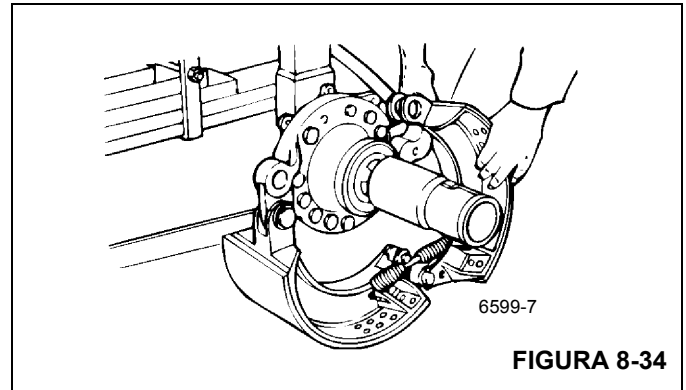

FIGURA 8-34
4. Instale un resorte de retorno nuevo en la zapata de freno (Figura 8-34). Coloque la zapata de freno superior en su posición sobre la cruceta. Repita los pasos 1 y 2.